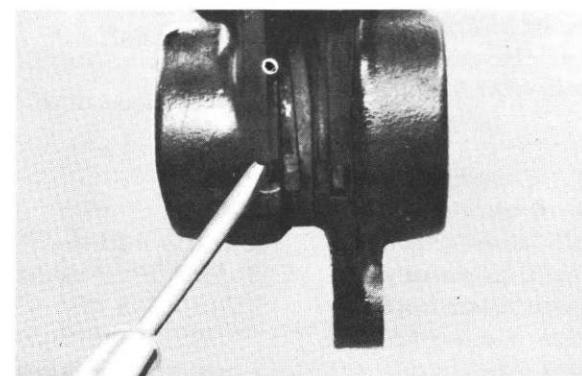

Fig. 5-3-15
- 4) Remove the pads from their seats. (Fig. 5-3-15)
- 4) Retirer les patins de leurs logements. (Fig. 5-3-15)
- 4) Belagklötzte aus ihrem Sitz drücken. (Abb. 5-3-15)